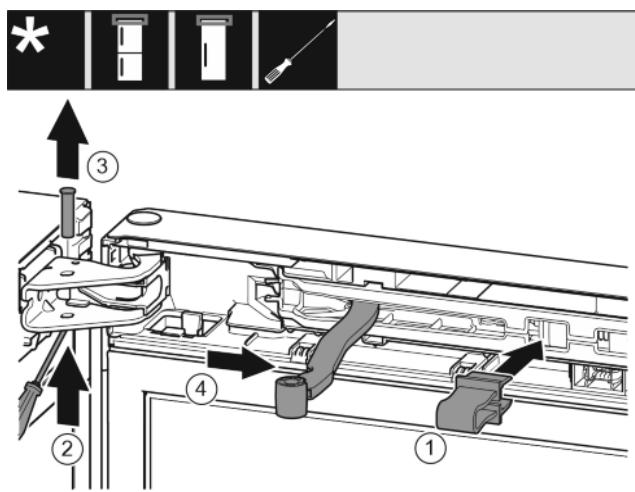

Fig. 7
- Sicherung in Öffnung einrasten. Fig. 7 (1)
- Bolzen mit Schraubendreher herausziehen. Fig. 7 (2)
- Bolzen nach oben herausnehmen. Fig. 7 (3)
- Gelenk in Richtung Tür drehen. Fig. 7 (4)